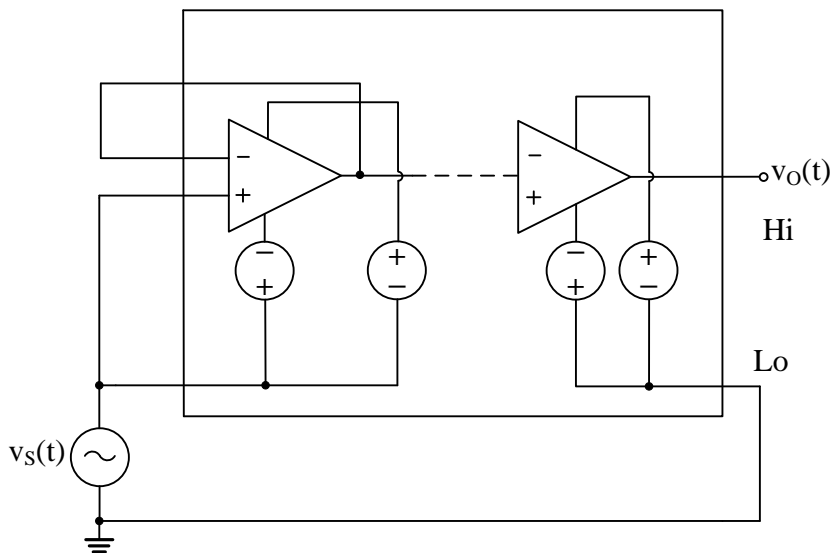

图 3. CMRR & CMTC 测试示意图
*测试示意图见图3 @ 100Hz Sine Wave @ v_s(t) = 1000V.